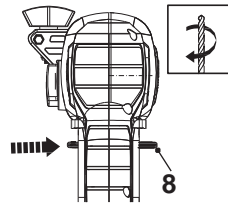

Fig. 11
2. Deslize o comutador do sentido de rotação (8) para a direita (da posição do utilizador) para utilizar o produto com sentido de rotação para a esquerda (Fig. 11).